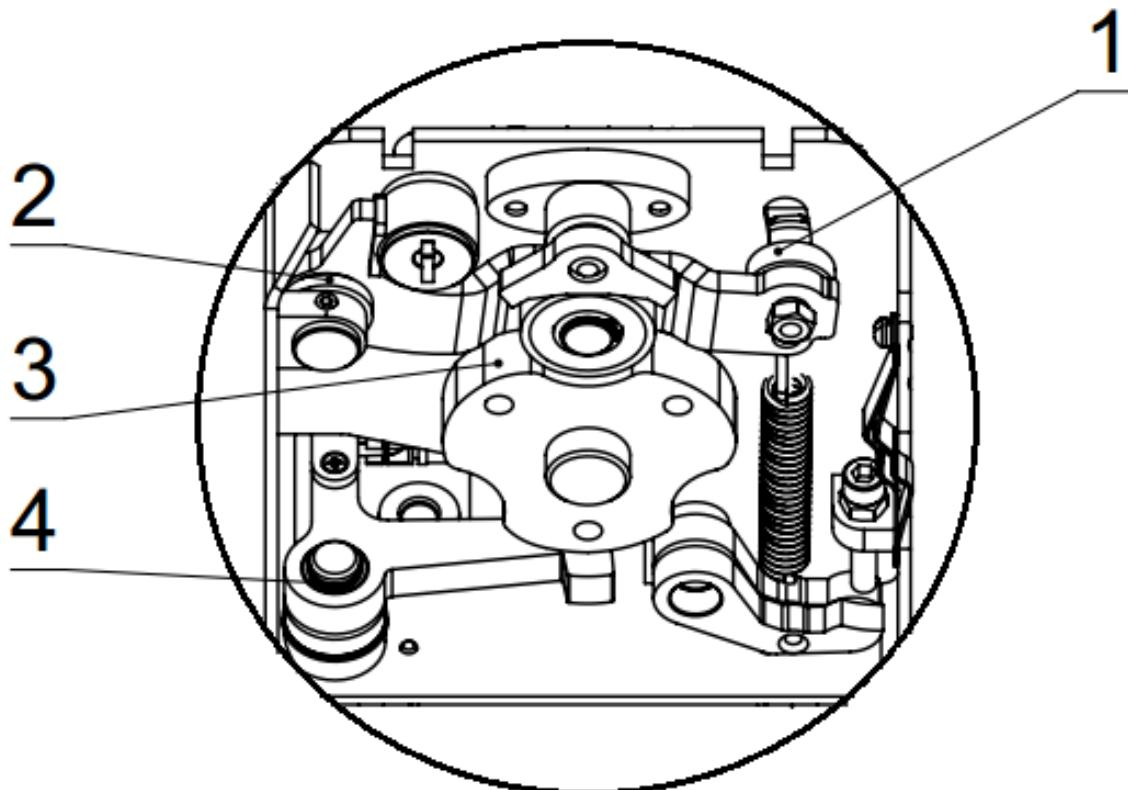

*Рис.6 Открутить два винта ,крепящие блок планок.*
1.3. Открутить два винта 1 (рис.6) M6 с помощью шестигранника S5.